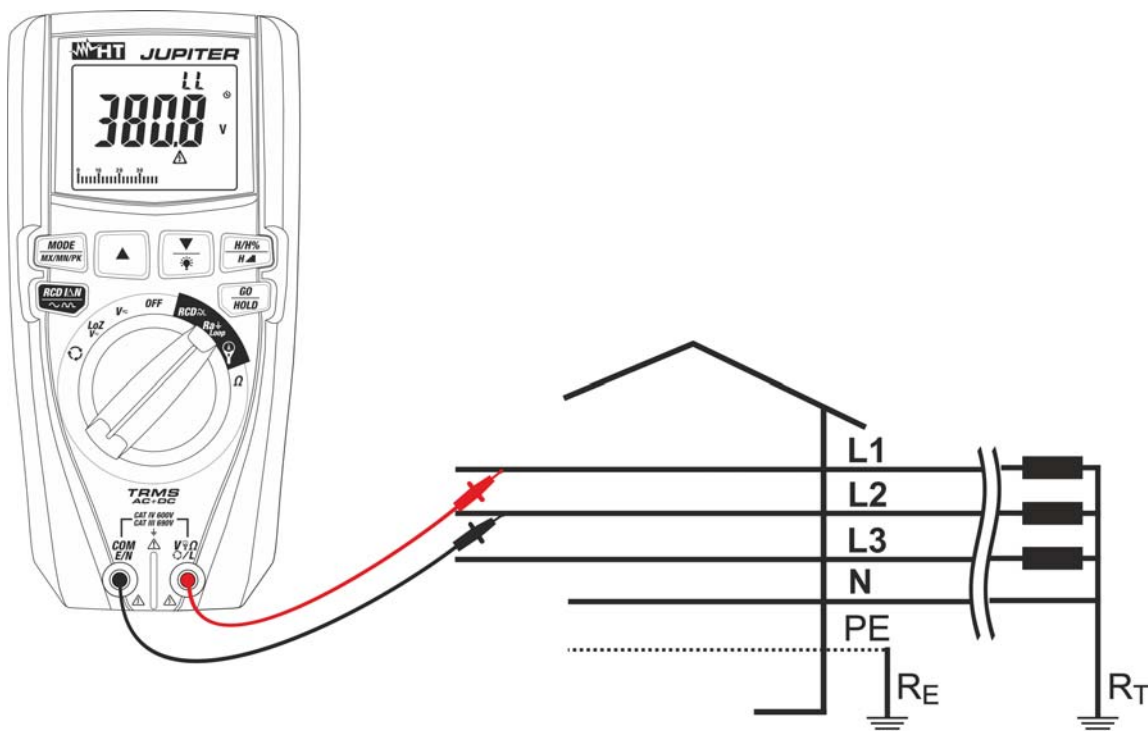

Abb. 27: Verwendung des Geräts zur Messung der Schleifenimpedanz Loop L-L mit Messleitungen
9. Zur Messung der Schleifenimpedanz L-L, falls Messleitungen benutzt werden, verbinden Sie den roten Leiter mit der Eingangsbuchse $V_{\Omega}L$ und den schwarzen Leiter mit der Eingangsbuchse **COM/E/N**, und verbinden Sie das Gerät mit dem zu messenden Kreis (siehe Abb. 27). Der Spannungswert Phase-Phase erscheint auf dem Display.